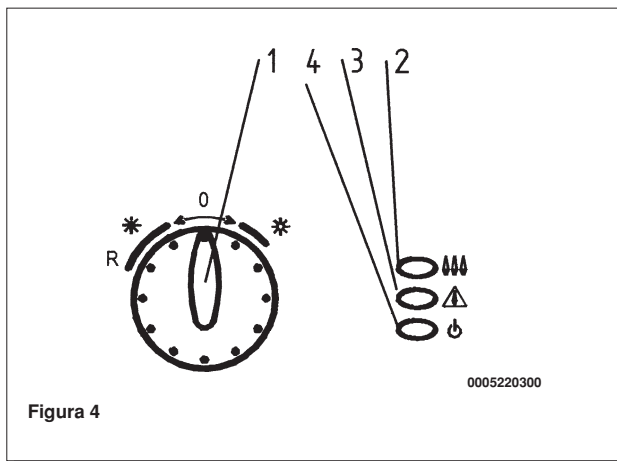

Figura 4
Neste caso, é aconselhável repetir as operações de activação, colocando momentaneamente o botão (1) em **R** até à chegada do gás ao queimador (vide também figura 4).